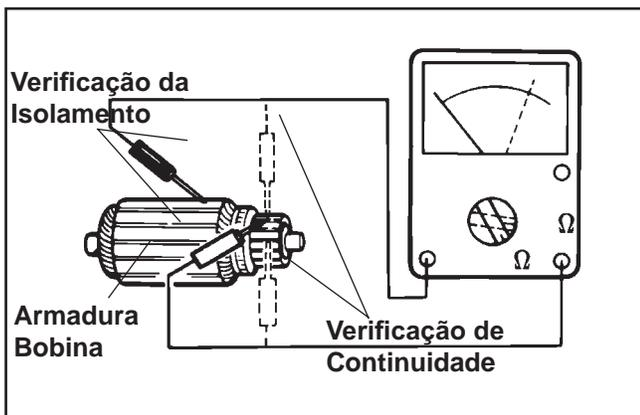

Figura 8-42. Verificações da Armadura.
- Utilize um ohmímetro definido para a escala Rx1. Toque as pontas entre dois segmentos diferentes do comutador e verifique se existe continuidade. Consulte a Figura 8-42. Teste todos os segmentos. Tem de existir continuidade **entre** todos, se não, a armadura não está em bom estado.
- Verifique a continuidade entre os segmentos da bobina da armadura e os segmentos do comutador. Consulte a Figura 8-42. Não deverá haver continuidade. Se existir continuidade entre qualquer um dos dois, é porque a armadura está com defeito.